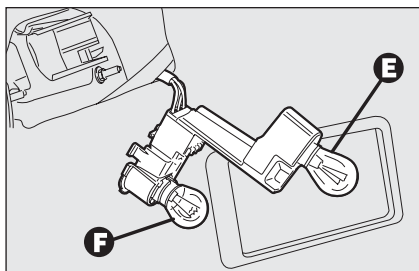

fig. 39
- enlever et remplacer l'ampoule intéressée en la poussant légèrement et en la tournant dans le sens inverse des aiguilles **fig. 39** :